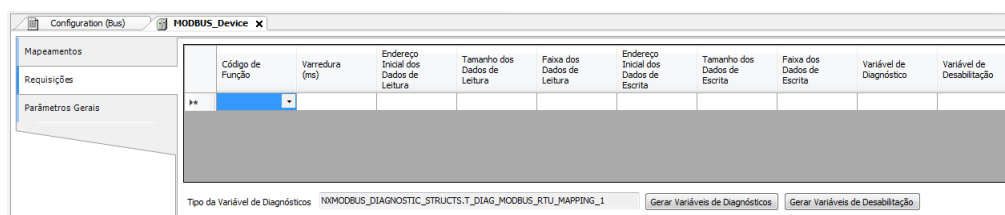

Figura 92: Tela de Requisições de dados MODBUS Mestre
- Adicionar e configurar as requisições MODBUS como apresentado na Figura 92, especificando a função, o tempo de varredura da requisição, o endereço inicial (leitura/escrita), o tamanho dos dados (Leitura/Escrita) e gerar as variáveis de diagnóstico e desabilitação das requisições através dos botões na parte inferior da janela.